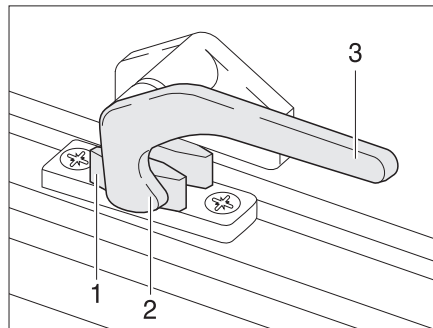

Fig. 36 Palanca de bloqueo en la posición de "cerrado"
- Girar la palanca de bloqueo (Fig. 36,3) un cuarto de vuelta hacia la mitad de la ventana.
- Girar la palanca de bloqueo (Fig. 36,3) un cuarto de vuelta hacia el marco de la ventana. El saliente de bloqueo (Fig. 36,2) se encuentra en la cara interior del bloqueo de la ventana (Fig. 36,1).
- En la posición "cerrada fijamente" (Fig. 36).